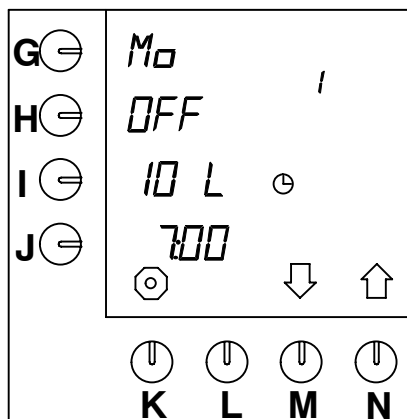

Abb. 12 Serienmäßig vorprogrammierte Einstellung
- Anschließend erscheint die nächste vorprogrammierte Zeiteinstellung im Display (Abb.12).
- Anschließend erscheint die nächste Zeiteinstellung im Display (Abb.12 ).